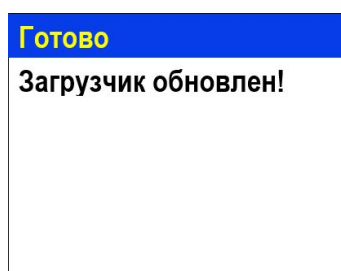

Рисунок 15 - Успешное обновление загрузчика на ППК
- 1.2.15. Дождаться обновления загрузчика (рисунок 15), если необходимо произвести установку прошивки, то переходим к п.2 данной инструкции, если установка прошивки не требуется, производим отключение питания ППК и адаптера RS-485.